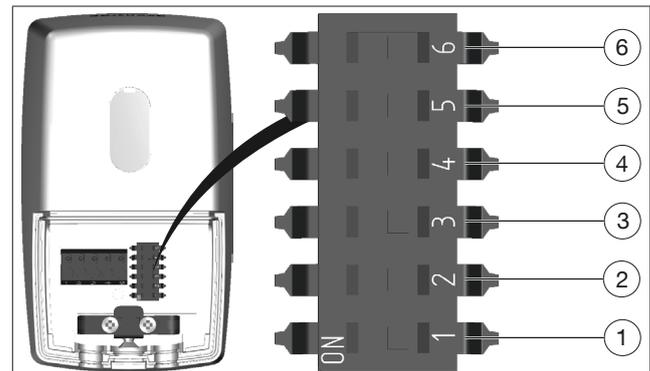

Fig. 4: Interrupteurs DIP
- Si vous modifiez le réglage de l'interrupteur DIP 6 (voir Fig. 4).